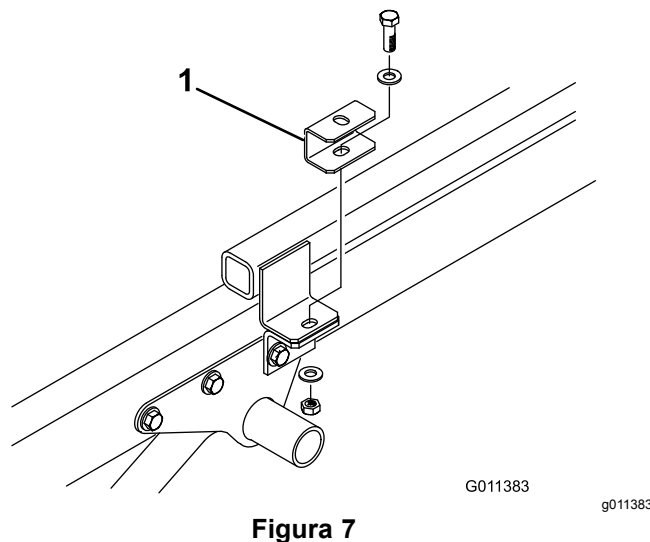

Figura 7
4. Fissate una staffa distanziale sopra ogni linguette del telaio d'attacco con la vite a testa cilindrica, le 2 rondelle piane e il dado di bloccaggio rimossi precedentemente (Figura 7).
posteriori con i fori su ciascun lato del telaio (Figura 7).